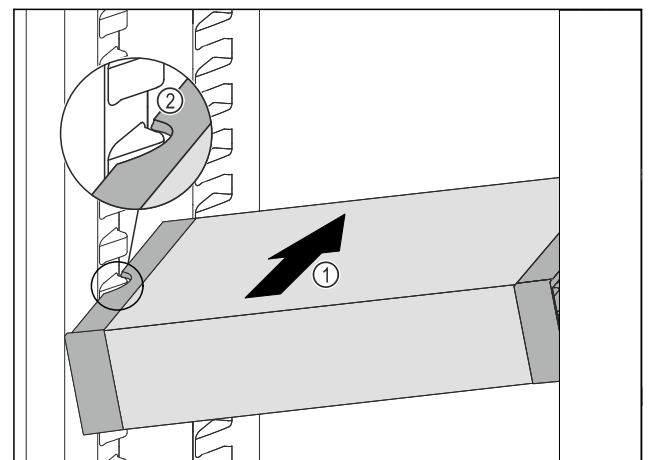

Fig. 56
- ▶ VarioSafe gurajte koso u hladnjak Fig. 56 (1) sve dok se bočni otvori Fig. 56 (2) ladice VarioSafe ne nađu na visini žljeba spremnika u hladnjaku.